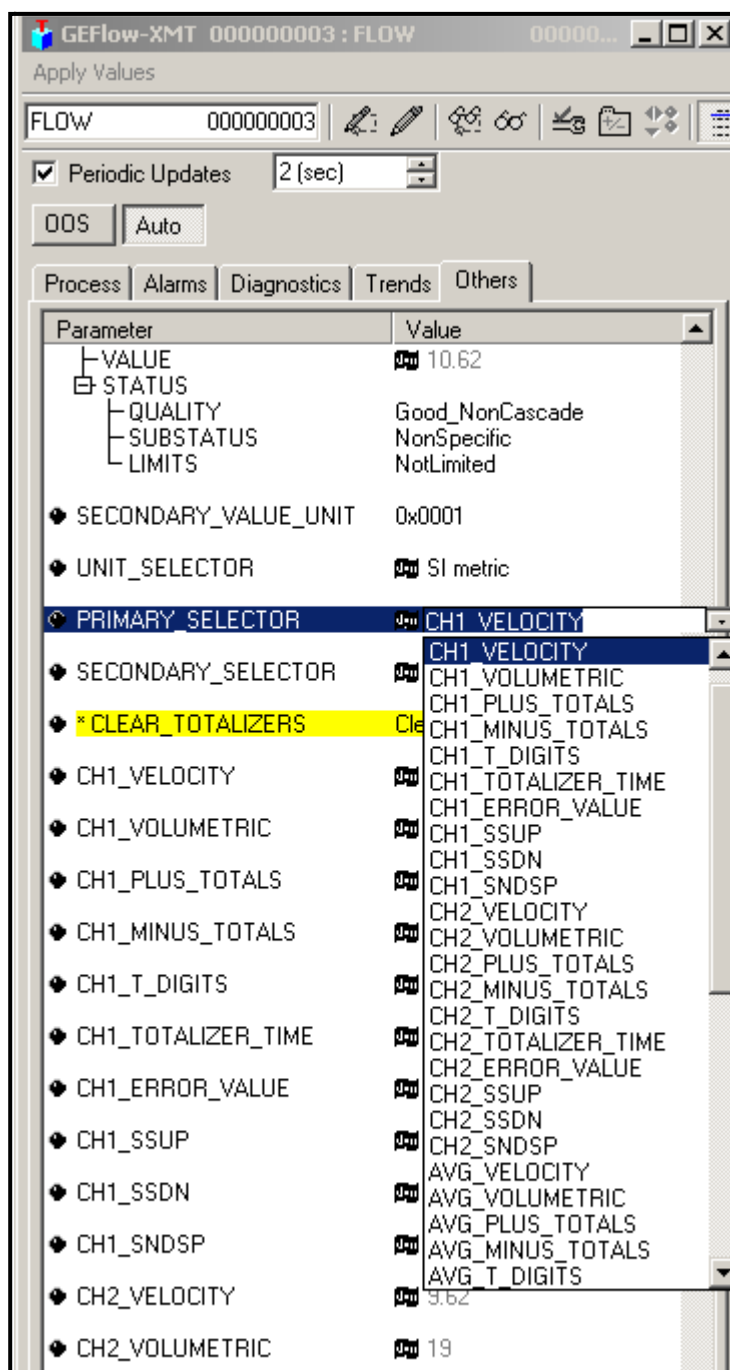

Figura 41: Lista desplegable del selector principal
2. Seleccione la pestaña **Others (Otros)** y abra la lista desplegable para PRIMARY_SELECTOR (SELECTOR PRIMARIO) y SECONDARY_SELECTOR (SELECTOR SECUNDARIO) (ver Figura 41 en la página 99).
3. Elija la unidad de la lista (ver Figura 41 en la página 99).